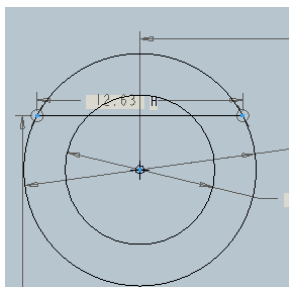

图 2-10 绘制直线
(13) 单击草绘工具栏中的“创建直线”按钮, 在大圆弧上绘制出如图 2-10 所示的直线。